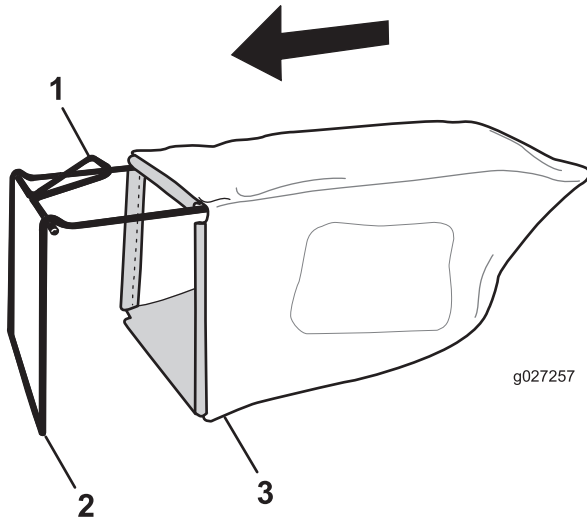

Figure 10
1. Glissez le bac sur l'armature, comme montré à la Figure 10.
**Remarque:** Ne passez pas le bac par dessus la poignée (Figure 10).